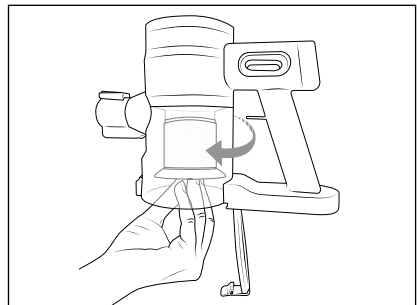

Fig. 11
- 2) Retirez le filtre en acier inoxydable **6** et le filtre EPA **5** du bac à poussière **2**, en tournant le filtre EPA **5** dans le sens horaire (voir fig. 11). Tirez ensuite le filtre en acier inoxydable **6** et le filtre EPA **5** vers le bas pour les extraire du bac à poussière **2**.